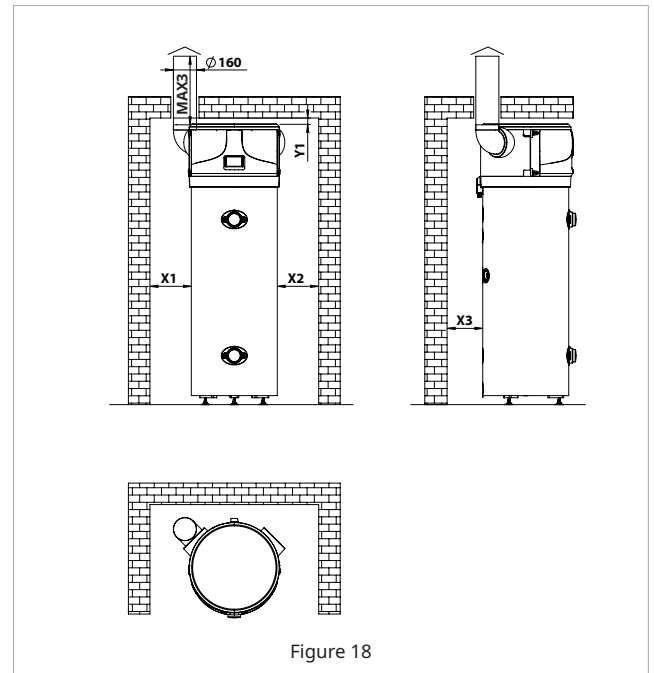

Figure 18
5.3.2 Installation semi-gainable (évacuation d'air gainable) Figure 18